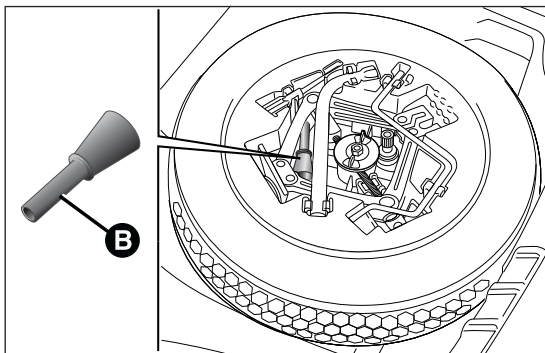
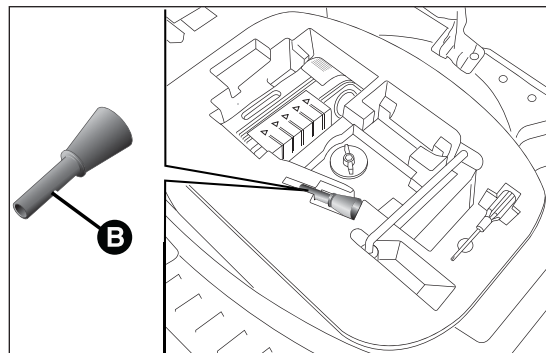

fig. 74
fig. 75
- ☐ abrir el maletero y utilizar el correspondiente adaptador B situado en el alojamiento portaherramientas (versiones equipadas con rueda de recambio - para versiones/países donde esté previsto) fig. 74 o en el alojamiento del Fix&Go Automatic (versiones equipadas con Fix&Go Automatic) fig. 75;